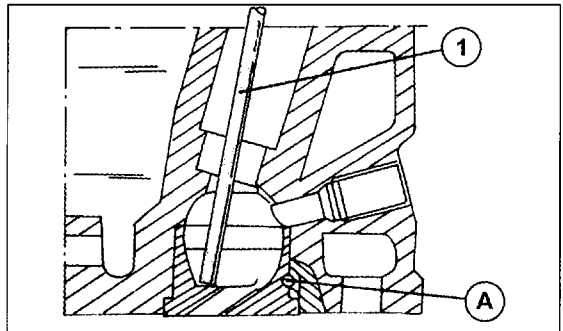

Bild 82
- Nach dem Einbau eine Messuhr mit einem geeig- neten Messblock in der in Bild 82 gezeigten Weise auf die Kante der Vorkammer aufsetzen. Das Vorstehmaß der Vorkammer muss zwischen 0 und 0,5 mm betra- gen. Falls dies nicht der Fall ist, kann man Unterleg- scheiben zwischen den Zylinderkopf und der Vor- kammer einlegen, die in einer Reihe von Stärken zur Verfügung stehen.